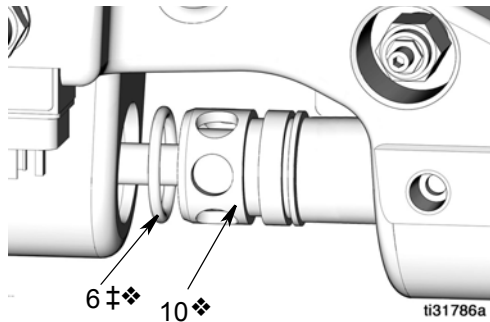

图 23
16. 将密封定位器 (9❖) 推入泵底座 (2)。
17. 将泵气缸 (11❖) 部分安装到泵底座 (2) 内。
18. 对 O 形圈 (6❖) 加以润滑，然后将其安装到铲密封定位器 (10❖) 的周围 (图 23)。